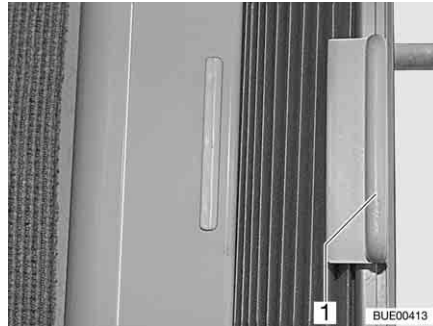

Fig. 24 Tendina oscurante pieghevole
- Tenere la tendina oscurante pieghevole per la maniglia (Fig. 24,1) e spingere verso sinistra o verso destra.